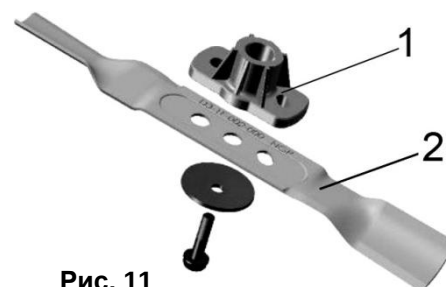

Рис. 11
- Снимите нож (2) (См. Рис.11).